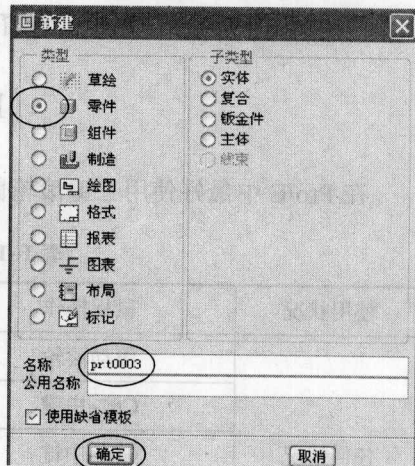

图 1-9 【新建】对话框
- (2) 出现【新建】对话框后,在【类型】选项组选择【零件】单选按钮,接着在【名称】文本框中输入文件名称,然后单击【确定】按钮,如图 1-9 所示。